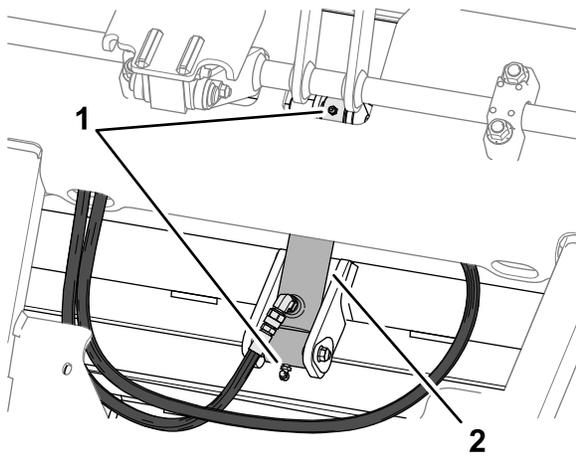

図 73
1. バルブカバー 図 73 からキャップを取り、補給管から所定量 2.0 L の 80% をゆっくりと入れる。